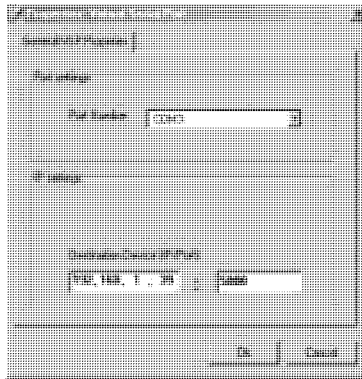

Рис. 9. Окно свойств виртуального последовательного порта
- Для добавления виртуального последовательного порта нажмите кнопку *Add VSP* и введите IP-адрес и номер порта **VS-161HDMI** (рис. 9).